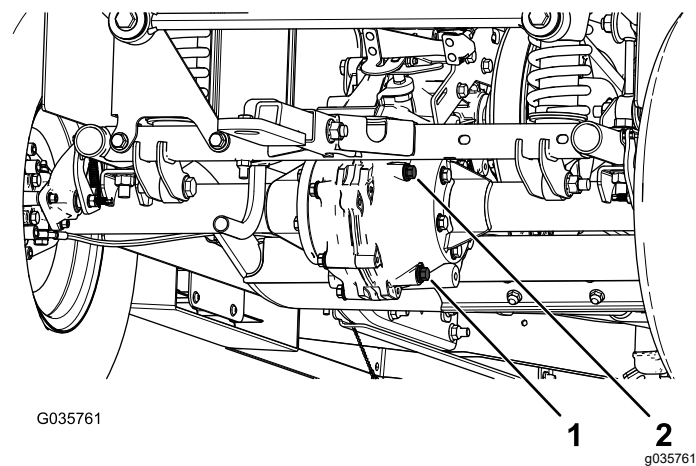

图 56
4. 卸下驱动桥上的加注塞图 56。
5. 如果液位过低应卸下加注塞添加指定液体直至其溢出加注孔图 56。
1. 对齐排放塞下的排放盘图 56。
2. 取下加注塞和密封件图 56。
3. 拔掉排放塞和密封件让液体完全排出图 56。